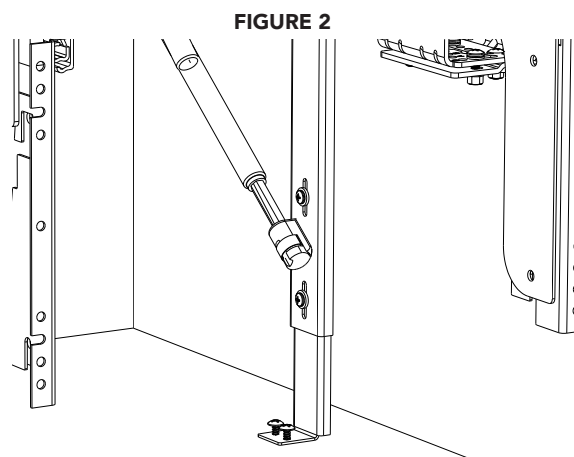

FIGURE 2
Fixer maintenant le pied au plancher de l'armoire en utilisant les (2) vis à tête cylindrique bombée à filetage profond #8 x 5/8 fournies (voir figure 2).